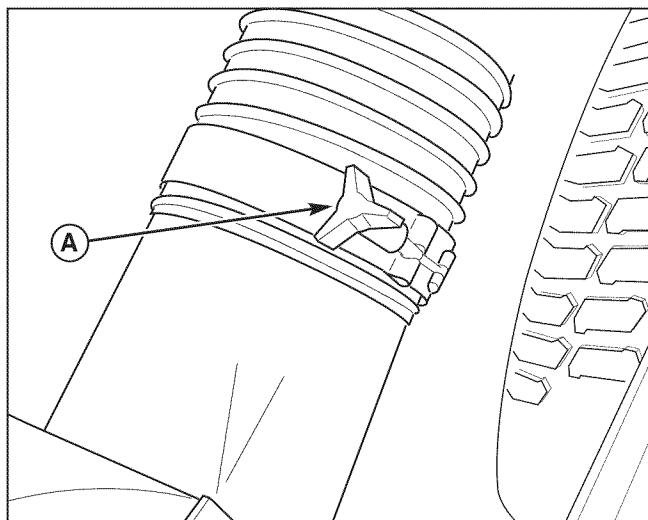

Figura 60. Remoción de la manguera
- Afloje la abrazadera inferior que sujeta la manguera a la conexión de salida del soplador y quite la manguera del soplador. Vea la Figura 60..